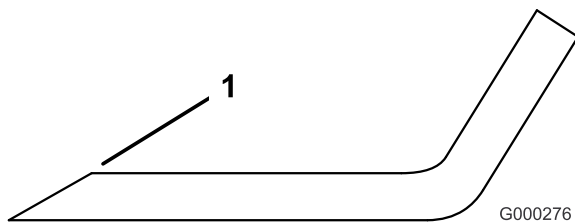

Figure 23
1. Aiguissez le tranchant à chaque extrémité de la lame (Figure 23). Veillez à conserver l'angle de coupe d'origine. Limez la même quantité de métal sur chacun des deux tranchants pour ne pas déséquilibrer la lame.